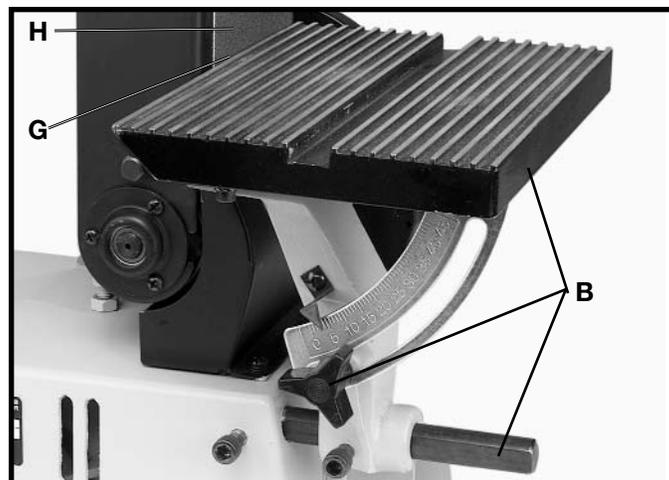

Fig. 37
5. La figure 37 illustre l'ensemble de table (B) assemblé sur le côté avec la bande de ponçage.